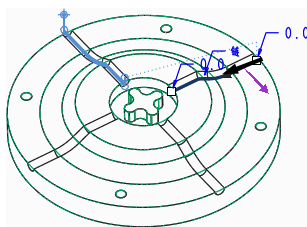
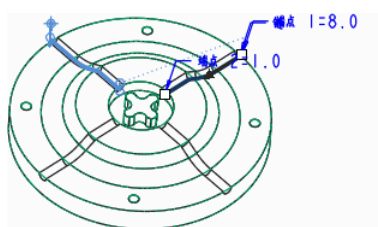

图 10.1.53 选取轨迹 2
图 10.1.54 长度调整结果 2
(1) 在图形区选取草图 1，然后单击草图曲线上的箭头更改方向，结果如图 10.1.53 所示。单击 **轨迹曲线** 文本框下的 **详细信息...** 按钮，系统弹出“链”对话框；单击“链”对话框中的 **选项** 选项卡，调整长度参数如图 10.1.49 所示，此时图形区显示调整结果如图 10.1.54 所示，单击 **确定** 按钮返回到“曲线切削”对话框。